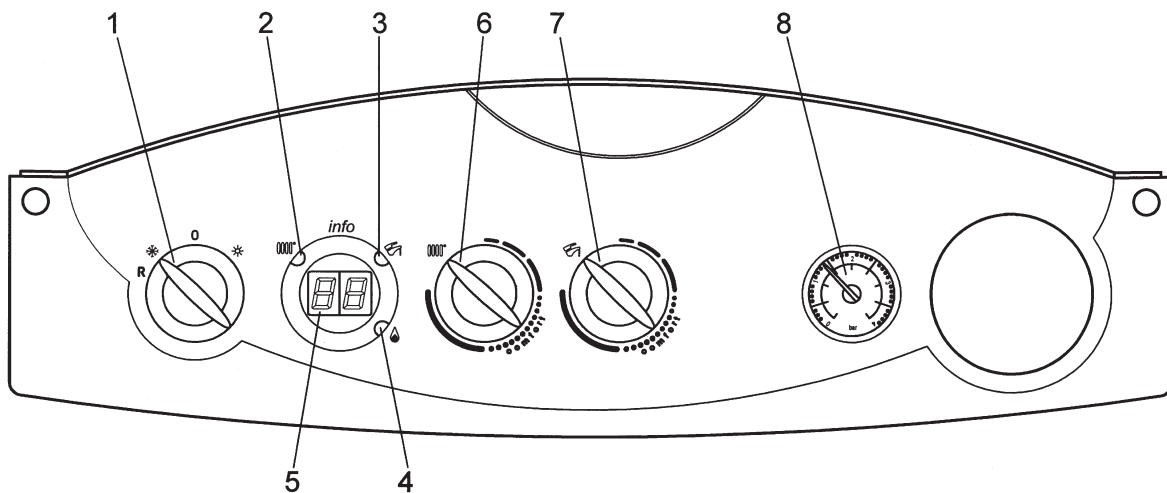

Fig. 1
1. Ensure that the electricity and gas supplies are turned on. Check that the central heating pressure is between 1.0 and 1.5 bar (8 Fig. 1).
3. In either position the display (5 Fig. 1) indicates the temperature of the central heating water.
4. **Fig. 2.1 Position:** In this position the central heating will operate according to demand or provide domestic hot water when a tap or shower is turned on (3 Fig. 1). Priority is given to domestic hot water.
5. **Fig. 2.2 Position:** In this position hot water will be provided when a tap or shower is turned on. The hot water neon (  ) will illuminate (3 Fig. 1).
7. The orange neon (  ) will illuminate when the boiler is operating and the main burner is on (4 Fig. 1).
1. Vérifiez que la chaudière est sous tension et que le gaz est ouvert. Vérifiez que la pression de l'installation de chauffage central est comprise entre 1,0 et 1,5 Bar (8 Fig.1).
3. Sur ces deux positions l'efficheur (5 Fig.1) indique la température de l'eau dans l'installation de chauffage.
4. **Fig. 2.1 Position:** lorsque le sélecteur est sur cette position, le chauffage central fonctionne et produit de l'eau chaude sanitaire (3 Fig.1). L'eau chaude sanitaire est prioritaire.
5. **Fig. 2.2 Position:** lorsque le sélecteur est sur cette position, la chaudière produit uniquement de l'eau chaude. Le voyant de l'eau chaude (  ) est allumé (3 Fig.1).
7. Le voyant orange (  ) du brûleur s'allume pendant le fonctionnement de la chaudière et lorsque le brûleur principal est allumé (4 Fig.1).
2. Turn the control knob clockwise to increase the temperature (6 Fig. 1).
4. Domestic Hot Water: The temperature of the domestic hot water can be adjusted by turning the control knob clockwise to increase up to a maximum of 60° C (7 Fig. 1).
| 110 | Safety thermostat trippedIntervention du thermostat de sécurité   | Turn selector (1) (figure 1) to "R" for at least 1 second. If this fault persists, call an authorised SERVICE centre.Mettre le sélecteur (1) (figure 1) sur "R" pendant au moins 1 seconde. En cas de déclenchement répété de ce dispositif, appeler le centre d'assistance technique agréé.   |
| 130 | Flue thermostat sensor has cut out for overheat or flue pressure switch has cut out for blocked ventIntervention du thermostat des fumées ou du pressostat fumées (possible obstruction de la cheminée) | Turn selector (1) (figure 1) to "R" for at least 1 second. If this fault persists, call an authorised SERVICE centre.Mettre le sélecteur (1) (figure 1) sur "R" pendant au moins 1 seconde. En cas de déclenchement répété de ce dispositif, appeler le centre d'assistance technique agréé.   |
2. Tournez le bouton de réglage vers la droite pour augmenter la température (6 Fig.1).
4. Eau chaude sanitaire : la température de l'eau chaude peut être réglée jusqu'à 60 °C (7 Fig.1). Pour l'augmenter, tournez le bouton de réglage vers la droite.
2. With the system cold and the boiler not operating the pressure should be between 1.0 and 1.5 bar. During operation the pressure should not exceed 2.5 bar (8 Fig. 1).